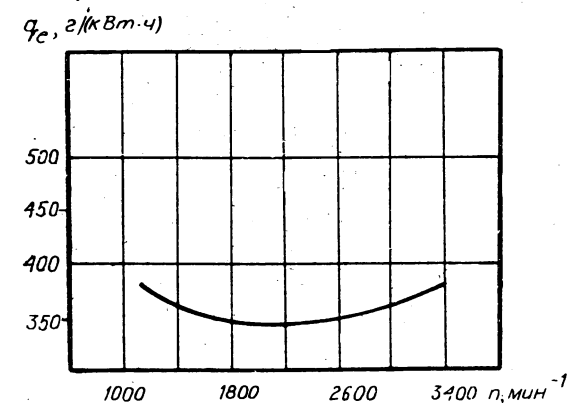

Рисунок 4.1. График удельного расхода топлива двигателем
4.2. По графику удельного расхода топлива двигателем (рисунок 4.1.) найти, сколько литров топлива израсходует автомобиль на участке в 24 км при движении на прямой передаче со скоростью 55 км/ч. Удельный вес бензина γ принять равным 0,75 г/см³.